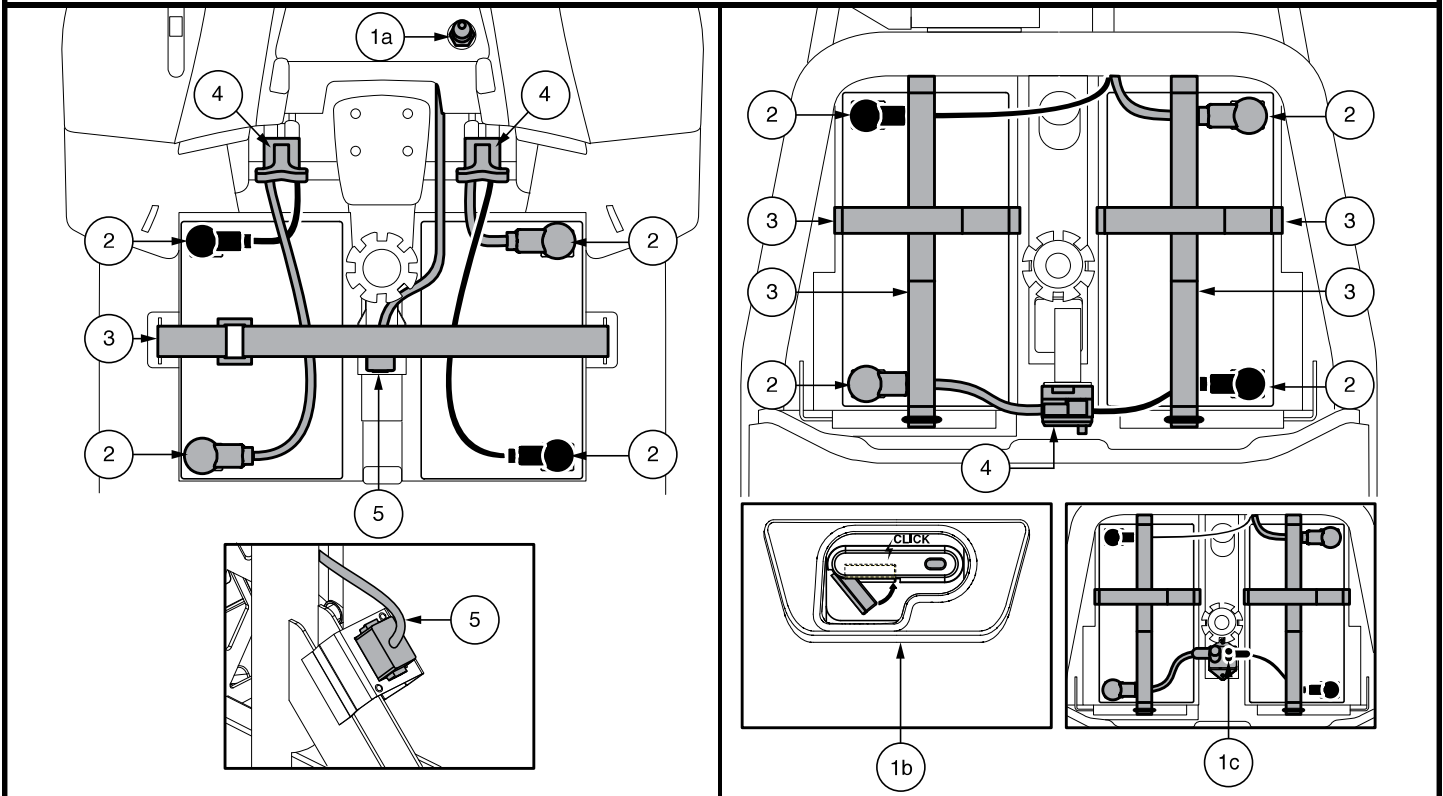

Figure 14. Enlèvement/installation des batteries et connexions
3. Pour toute les modèles SAUF 614 et 714, débrancher le faisceau d'avant en arrière. Débrancher les deux câbles de la batterie en retirant chaque faisceau de sa fiche de connexion. Voir la figure 14.
- Placez une nouvelle batterie dans chaque puits en prenant soins d'alignez les bornes de la batteries droite près du mât de siège et les bornes de la batterie de gauche loin du mât avec les bornes positive (+) et négative (-) de la batterie positionnées comme indiqué sur la figure 14.